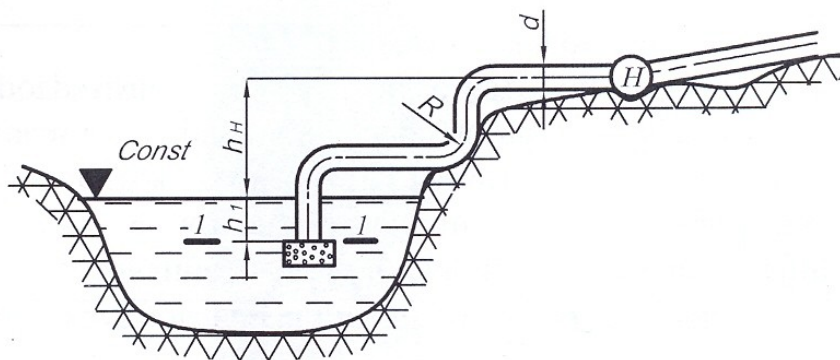

Рис. 6.1.
6.1. На берегу реки предполагается устроить насосную станцию (рис. 6.1) для подачи воды из реки для ГЭС, Q выбирается по вариантам. Высота оси насоса над уровнем воды в реке $h_n = 4 \text{ м}$. Длина всасывающей трубы l выбирается по вариантам, трубы чугунные новые ($k = 4,46$, $\Delta = 0,5 \text{ мм}$).